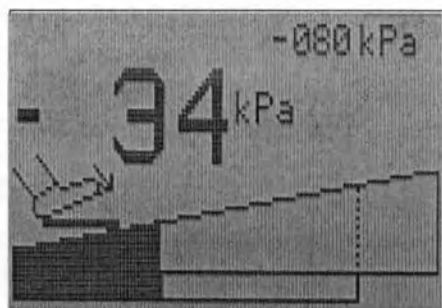
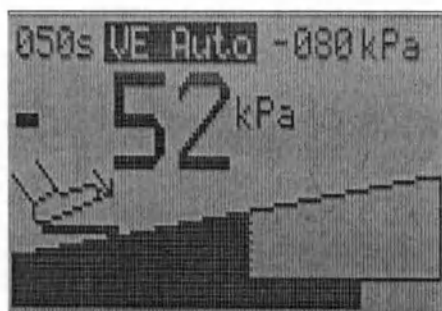

Рис.30. Пример:
Рис.31. Пример:
- Перемещайте в режиме VE педаль ножного регулятора в направлении позиции, которая соответствует действительно установленному уровню вакуума (рис. 29 и рис.31). При этом функция регулировки уровня вакуума перейдет на ножной регулятор. Вслед за этим ATMOS перейдет в режим отсасывания (рис. 30). Повторный пуск автоматического создания вакуума возможен путём нажатия кнопки отсасывающей чаши (см. рис.19, с.20).